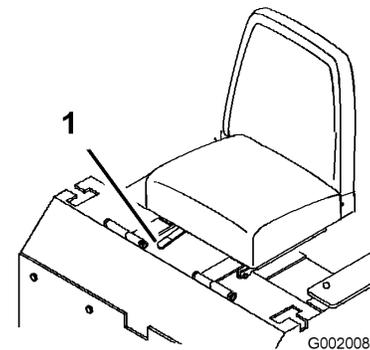

Figura 22
**Importante:** Mueva la palanca lateralmente para desbloquear el asiento (Figura 22).